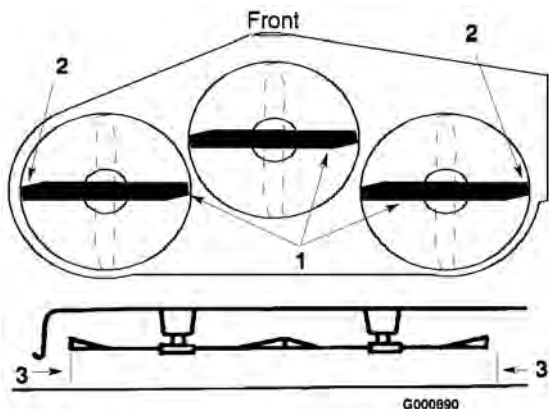

Figure 41
- Avec précaution, tournez les lames pour qu'elles soient parallèles dans le sens transversal (Figure 41). Mesurez la distance entre les tranchants extérieurs et le sol plat (Figure 41). Si les deux mesures diffèrent de plus de 4,75 mm (3/16 pouce), un réglage s'impose, comme expliqué aux points 5 et 6.